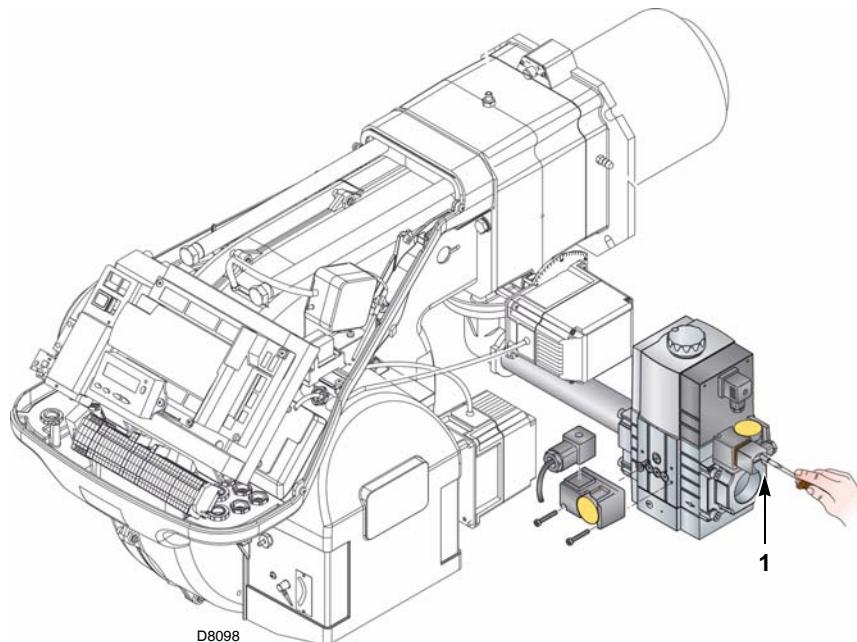

图 29
- 连接一个压力计到最小燃气压力开关的压力测试点 1)（图 29），检查燃气供应压力：必须低于燃气阀组所能允许的最大压力，见燃气阀组标牌。